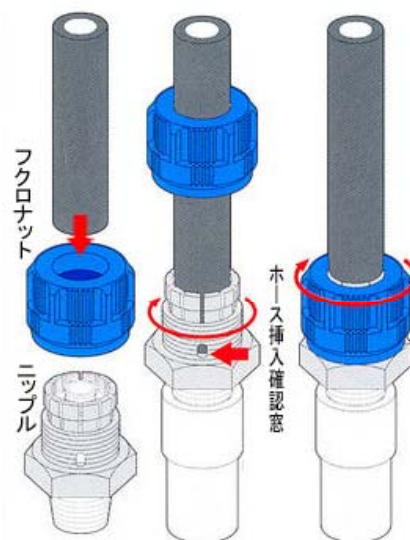

図16
VII. ホース挿入確認窓で確認しながら、油圧ホースI⑥と油圧ホースII⑦を取り付けます。(図16)